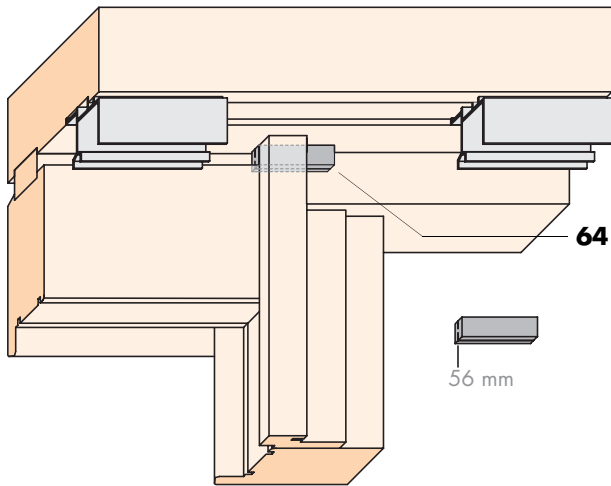
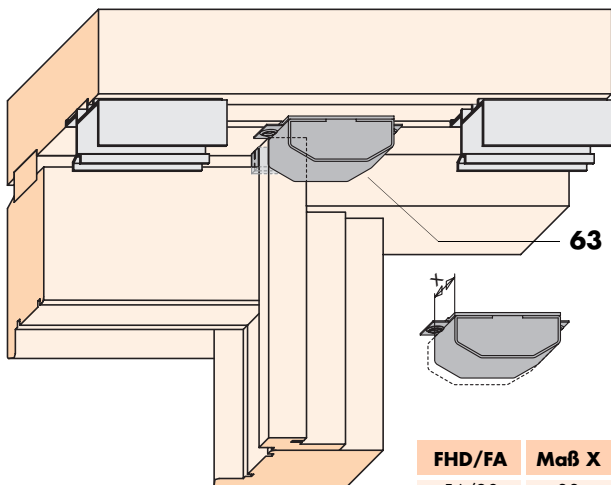
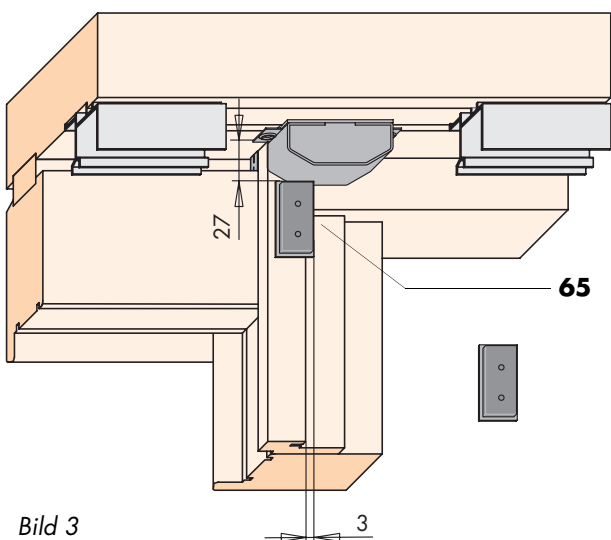

Bild 1
Bild 2
Bild 3
- A** Einbau der Dichtung, oben (64)
- Dichtung, oben (64) einsetzen.
- Bei Flügelholzdicke 56 mm Dichtung, oben (64) an der vorgesehenen Trennstelle abschneiden (Bild 1).
- B** Einbau der Dichtungsbrücke Gr. 2 (63)
- Dichtungsbrücke Gr. 2 (63) entsprechend Maß X zuschneiden (Bild 2).
- Dichtungsbrücke Gr. 2 (63) am Rahmen anschrauben (Bild 2).
- C** Einbau der Bürstendichtung (65)
- Bürstendichtung (65) lagerichtig anschrauben (Bild 3).
- E** Befestigung der Linsen-Blechschaube B6,3 x 38 (72).
- Linsen-Blechschaube B6,3 x 38 (72) ca. 50 mm von Flügelvorderkante am Rahmen vorbohren und eindrehen (siehe Vertikalschnitt auf Seite 6)